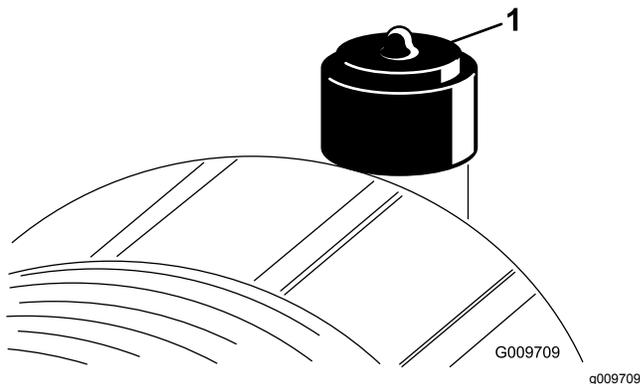

Figura 29
Faça a manutenção ao filtro de ar apenas quando o indicador de serviço (Figura 29) o exigir. Mudar o filtro de ar antes de ser necessário apenas aumenta a possibilidade de entrar sujeidade no motor quando se retira o filtro.
6. Reinicie o indicador (Figura 29) se este se apresentar vermelho.